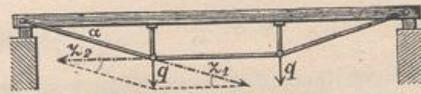

Fig. 27.
7. Von der gleichmäßig verteilten Belastung  $Q$  eines doppelt armierten Trägers (Fig. 27) wird auf jede Stütze der vertikal abwärts wirkende Druck  $q = \frac{11}{30} Q$  übertragen. Wie groß sind die Zugspannungen  $z_1$  und  $z_2$  in den Zugstangen für folgende Angaben: